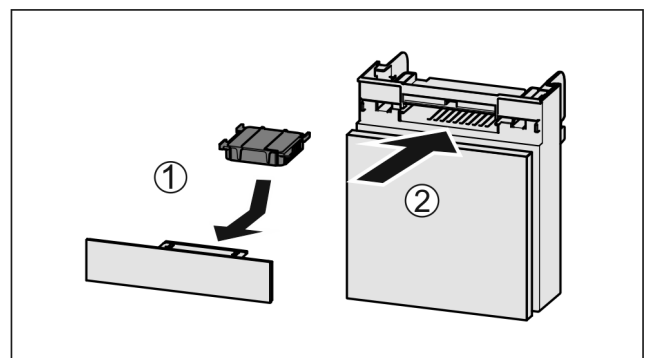

Fig. 70
- ▶ Actiefkoolfilter overeenkomstig afbeelding aanbrengen Fig. 70 (1).
- ▶ Lade erin schuiven Fig. 70 (2).